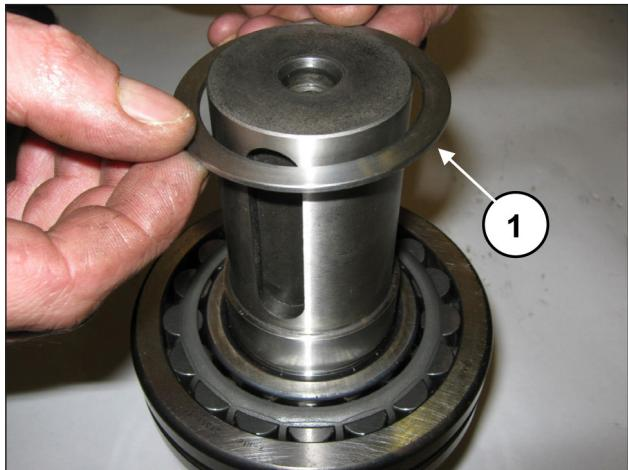
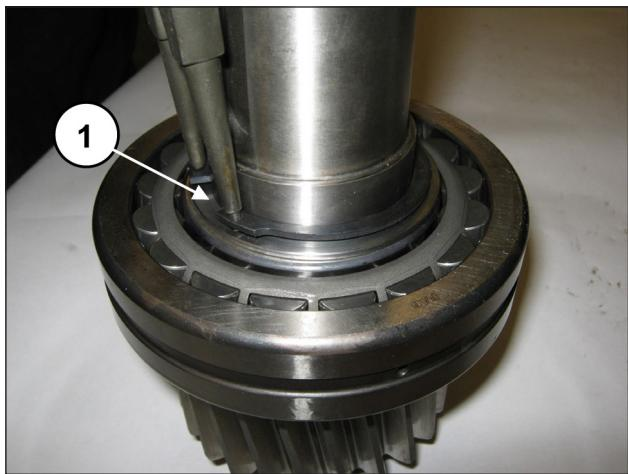

图 85
图 86
插入和轴承支撑环(位置①, 图 85)并定位开口环 Ø55(位置①, 图 86)。